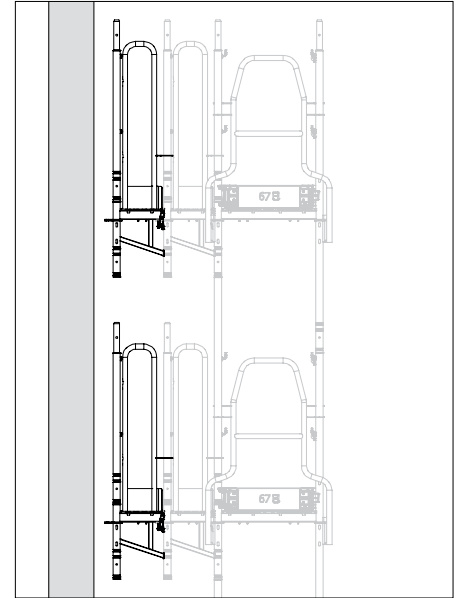

Abb. D1.06
1. Erste Reihe Konsolen ECM 33 (62) montieren, siehe Innenkonsolen. Somit beträgt Gerüstbreite 1,0 m.
2. An Randfeldern Konsole ECM 33 (62) mit vormontiertem Geländerpfosten EVP (50) montieren. (Abb. D1.06 + D1.06a)